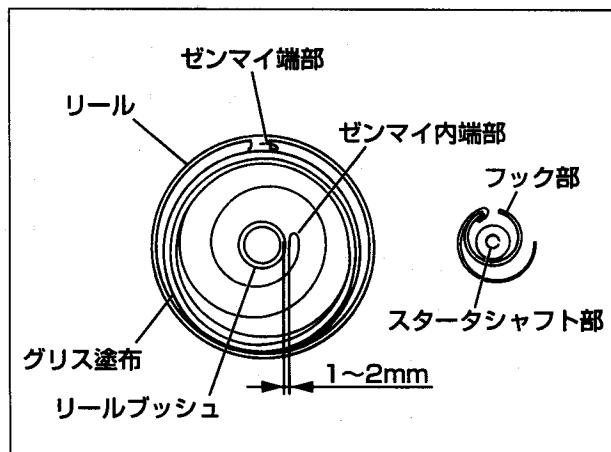
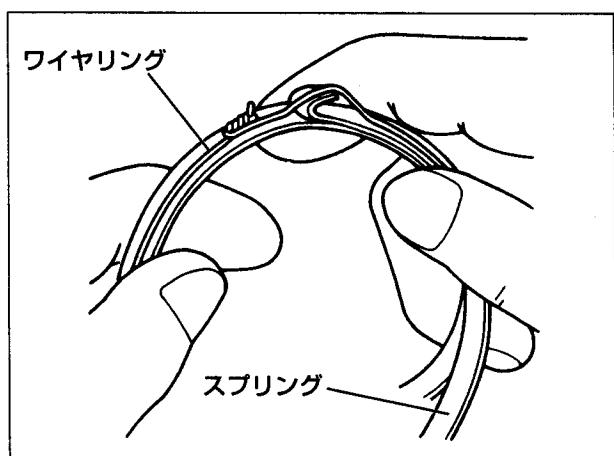

図4
図6
リールを取外す場合は、スパイラルスプリングが引っ掛けたまま取外され飛び出す事があり、危険ですのでスパイラルスプリングが外れる様にリールを左右に軽く回しながら、ゆっくり取り出してください。(もし、スパイラルスプリングが飛び出した場合は図6の要領でスパイラルスプリングを納めてください。)
- (2) スパイラルスプリングがリール側の収納部に確実にセットされている事を確認してから、図4の様にフック部が確実に引っ掛かる様に、スパイラルスプリング内端部とリールブッシュ部の間を1~2mmの位置になる様成形してください。
細目の針金でスパイラルスプリングの収納部より小さ日の輪を作り、図6の様にスパイラルスプリングの外端を輪の一部に掛けて巻き取り、スパイラルスプリング収納部に收めスパイラルスプリングが浮き出さない様に指で押さえながら静かに輪を取外してください。輪はドライバー等の先で、こじると容易に取外せます。尚、スパイラルスプリングの収納方向を間違えぬ様、図4を参照してください。